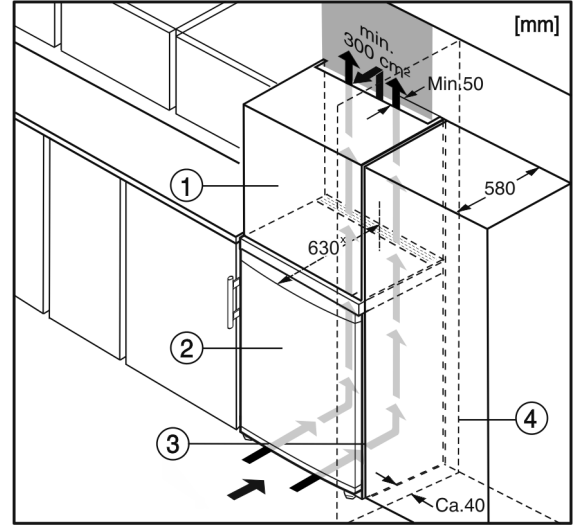

Fig. 6
- (1) Takma dolabı (2) Cihaz (3) Mutfak dolabı (4) Duvar
Cihaz, mutfak tertibatıyla modifiye edilebilir. Cihazı Fig. 6 (2) mutfak tezgahına göre denkleme için, cihazın üzerine uygun bir takma dolabı Fig. 6 (1) monte edilebilir.*
Mutfak dolaplarıyla (derinliği maks. 580 mm) değiştirildiğinde cihaz, mutfak dolabının Fig. 6 (3) yanına kurulabilir. Cihaz yandan 34 mm^x, cihazın ortasında da 50 mm^x mutfak dolabı ön kapısının karşısında durur.*
Cihaz menteşelerle bir duvarın Fig. 6 (4) yanına kurulduğunda, cihazla duvarın arasındaki mesafenin en az 40 mm olması gerekir. Bu mesafe, kapı açık olduğunda kolunun taşma mesafesine eşittir.